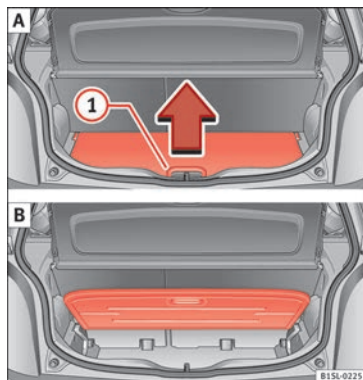

Fig. 138 A : ouvrir le plancher de coffre à bagages modulable. B : plancher de coffre à bagages modulable relevé.
- Pour *relever* le plancher, levez le levier » **fig. 138 ①** dans le sens de la flèche et tirez le plancher par dessus tout le reste » **fig. 138 B**.